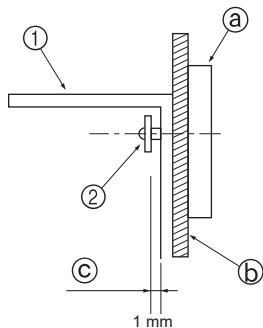

Fig. 3-4
- Først skal vinkeljernet festes til veggen, og deretter strammer du til skruen slik at vinkeljernet kan skyves opp og ned. (Fig. 3-4)
- ① Vinkeljevnt mot velting
- ② Plateskrue
- ③ Frise